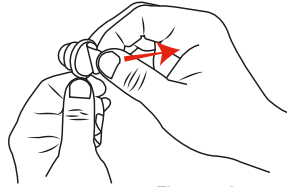

Figura 5A
- 7 Retire el film adhesivo del receptor de señal (16.1) -ver figura 5A- y fíjelo en el techo según se describe en la figura 5B.